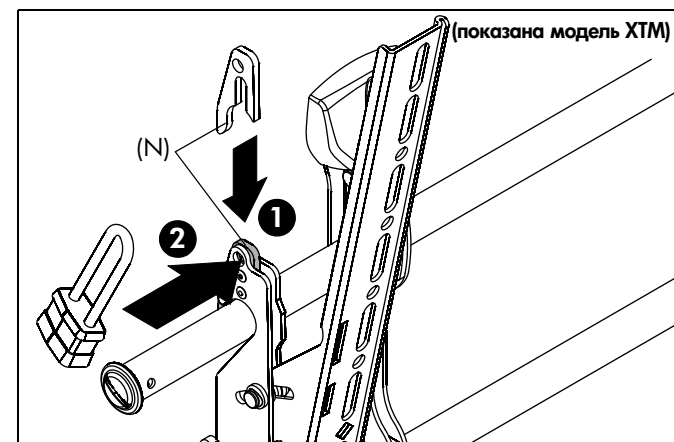

рис. 12
1. Установка на крепление дополнительной защитной скобы (N). (См. рис. 12)